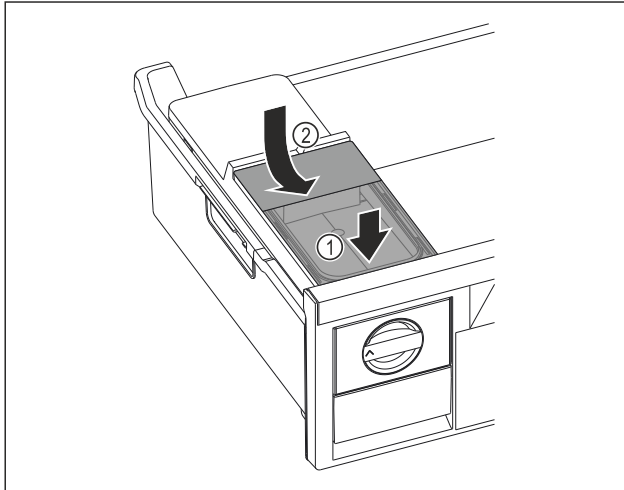

Fig. 77
- ▶ Watertank aan de voorkant plaatsen. Fig. 77 (1)
- ▶ Watertank aan de achterkant laten zakken. Fig. 77 (2)